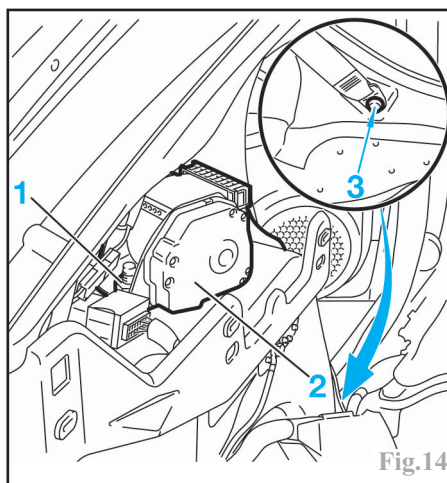

Fig.14
- la vis (3) (Fig.14).
- l'écrou (1).
- la ceinture de sécurité et l'enrouleur (2).